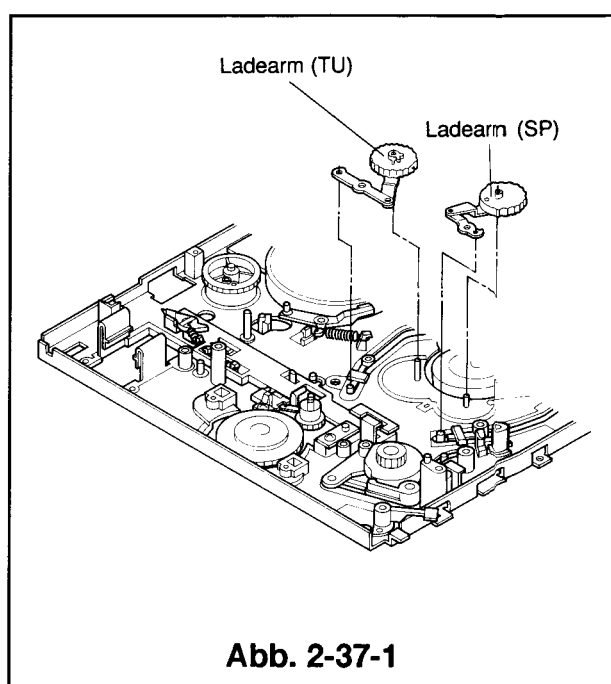

Abb. 2-37-1
- ① Den Antriebsriemen und das Riemenrad ausbauen (siehe Artikel 2-28).
- ② Die Lademotoreinheit (mit der Motorhalterung) ausbauen (siehe Artikel 2-29).
- ③ Das Hauptgetriebe J ausbauen (siehe Artikel 2-30).
- ④ Die Platte J, die Rolle B und die Nockenplatte B ausbauen (siehe Artikel 2-33).
- ⑤ Die beiden Ladearme anheben, zuerst die Abwickelseite (SP), dann die aufwickelseite (TU), und herausnehmen (siehe Abb.2-37-1).
- ① Den neuen Ladearm (TU) in die in Abb.2-37-1 gezeigte Position bringen. Gleichzeitig den Bandzugarm in die mit dem Pfeil angezeigte Richtung, siehe (Abb.2-37-2) verschieben und die Bandführung auf der Abwickelseite in die Entladeposition bringen. Die Ladearme in den in Abb.2-37-2 gezeigten Positionen so installieren, daß die Paßmarken der Zahnräder mit den in Abb.2-37-3 gezeigten Einkerbungen (schattierter Bereich) übereinstimmen.